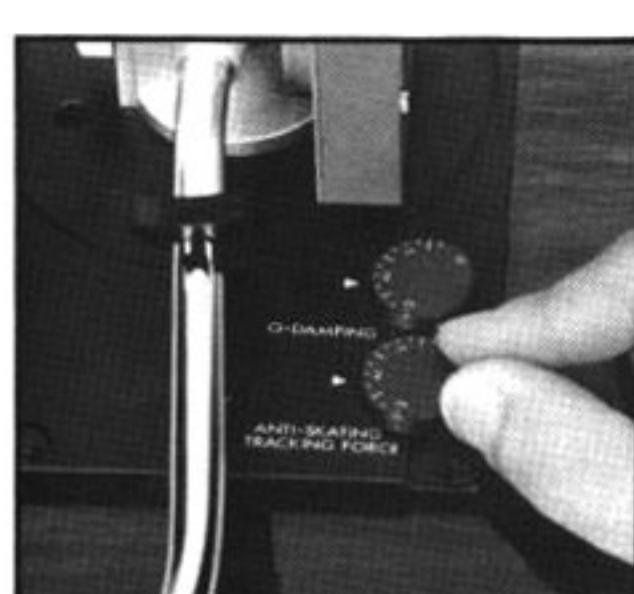

Fig. 13 Abb. 13
7. ANTI-SKATING TRACKING FORCE adjustment (Fig. 13)
7. Einstellung des ANTI-SKATING TRACKING FORCE (Abb. 13)
7. Réglage de la ANTI-SKATING TRACKING FORCE (Fig. 13)